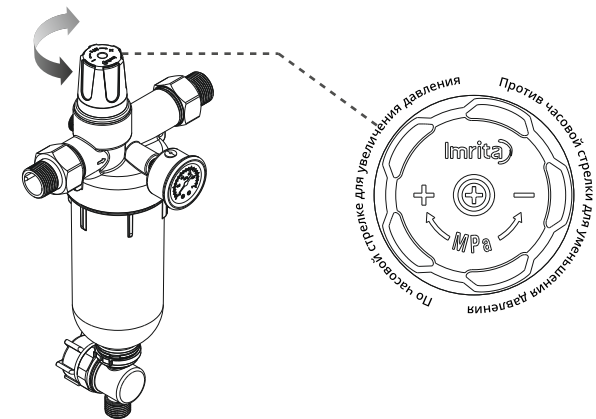

Рис.7 Схема регулировки клапана регулятора давления
1. Откройте общий впускной клапан воды после установки, чтобы предварительный фильтр начал работать и вы могли видеть давление воды. Когда давление воды слишком низкое или слишком высокое, профессиональный монтажный персонал регулирует клапан регулятора давления, чтобы давление нагнетания было в пределах нормального диапазона. (0,1-0,4 МПа). Когда давление исходной воды слишком высокое или слишком низкое, или когда включается бытовой кран или другое водное оборудование, давление воды можно отрегулировать, регулируя клапан регулятора давления на предварительном фильтре. Откройте промывочный клапан для промывки, затем закройте его. Манометр показывает текущее давление воды. Поверните клапан регулятора давления по часовой стрелке, чтобы увеличить давление воды на выходе, поверните клапан регулятора давления против часовой стрелки, чтобы уменьшить давление воды на выходе. (Как показано на рис. 7)